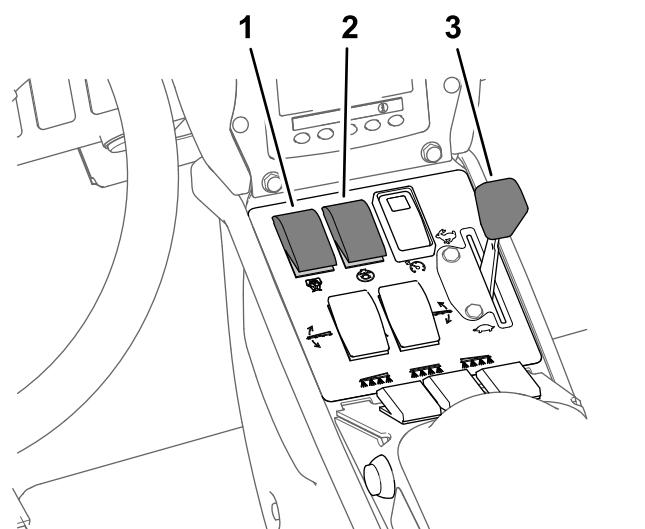

図 30
8. 攪拌スイッチとポンプスイッチを ON 位置にする 図 30。
9. スロットルを高速位置とする 図 30。
注 以下の手順は散布用ポンプが ON 状態であることを前提としています 図 30 散布率モードでの散布 \(ページ 30\) を参照。
4. 希望する散布に合わせてスロットル位置を調整する 図 30 散布率モードでの散布 \(ページ 30\) を参照。